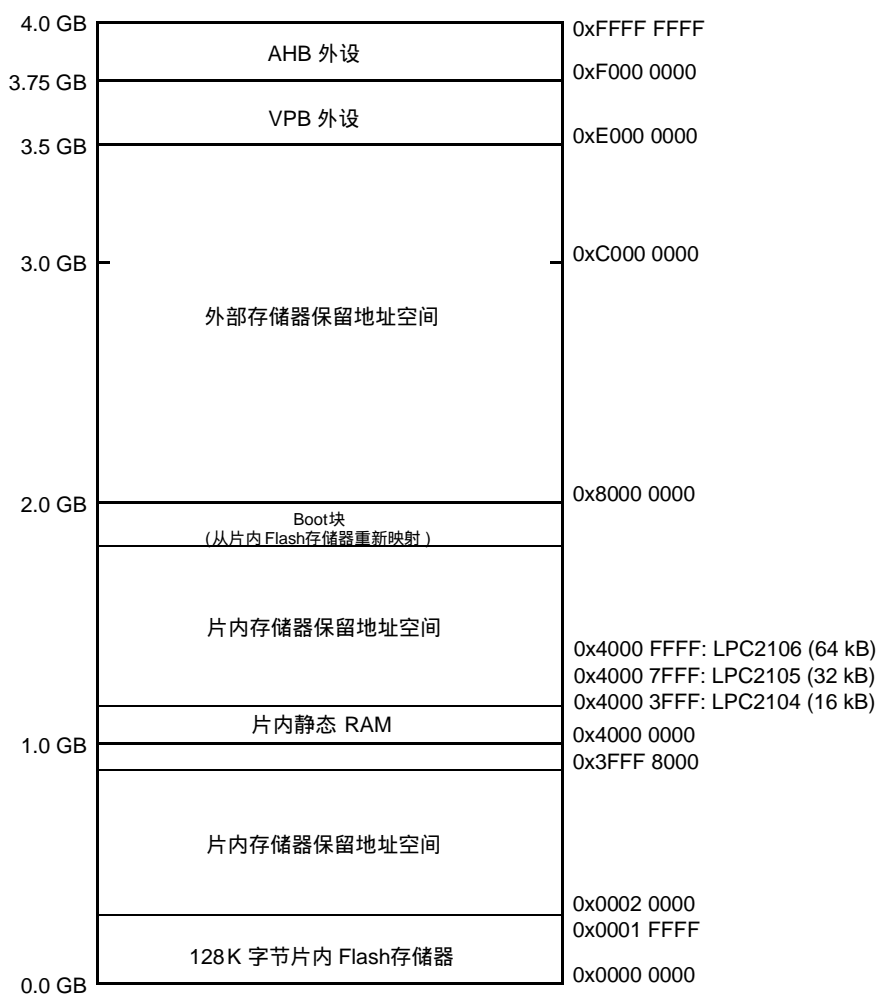
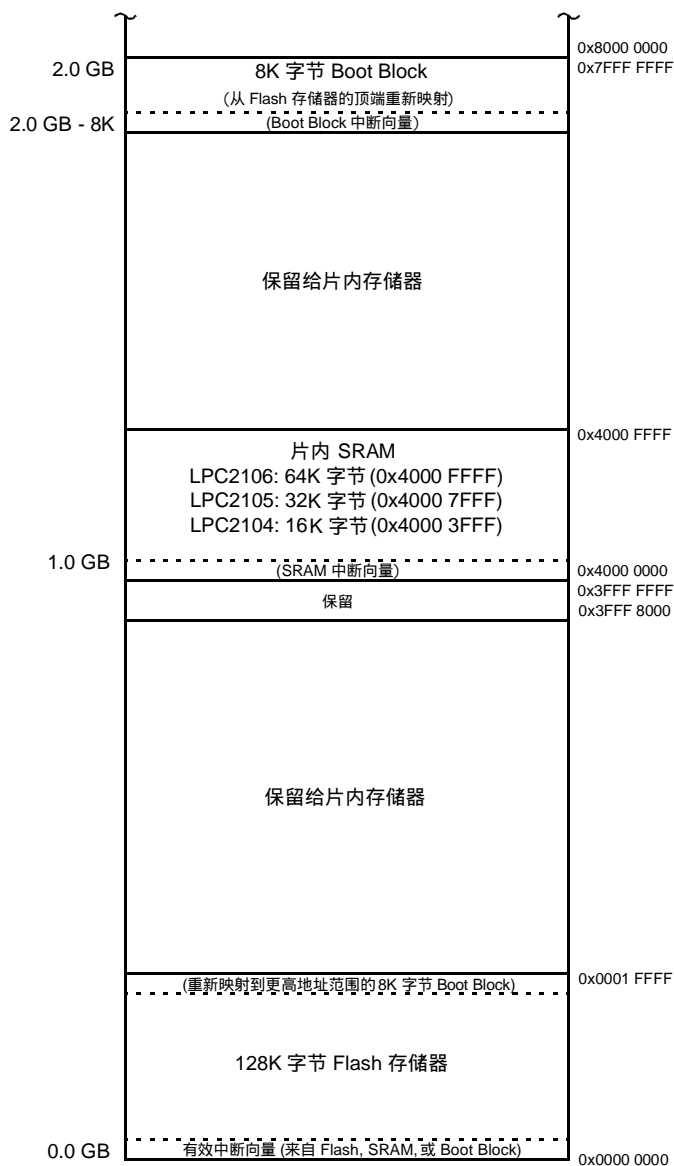

图 2 系统存储器映射
图 6 显示已重新映射和可重新映射区域的低存储器空间
LPC2104/2105/2106 包含几个不同的存储区域，图 2 所示为复位后从用户角度所看到的整个地址空间映射。中断向量支持地址的重新映射，详见后面的章节。
为了与将来器件相兼容，整个 Boot Block 都被映射到片内存储器空间的顶端。在这种方式下，使用较大或较小的 Flash 模块都不需要改变 Boot Block（需要改变 Boot 装载程序自身的代码）的位置或改变 Boot Block 中断向量的映射。除了中断向量之外的存储器空间都保持固定的位置。图 6 所示为使用上述定义的模式映射的片内存储器。
- 片内非易失性存储器与特殊寄存器之间的地址空间，在图 2 和图 6 中标为“保留给片内存储器”。
- 片内静态 RAM 与外部存储器之间的地址空间，在图 2 中标为“保留给片内存储器”。